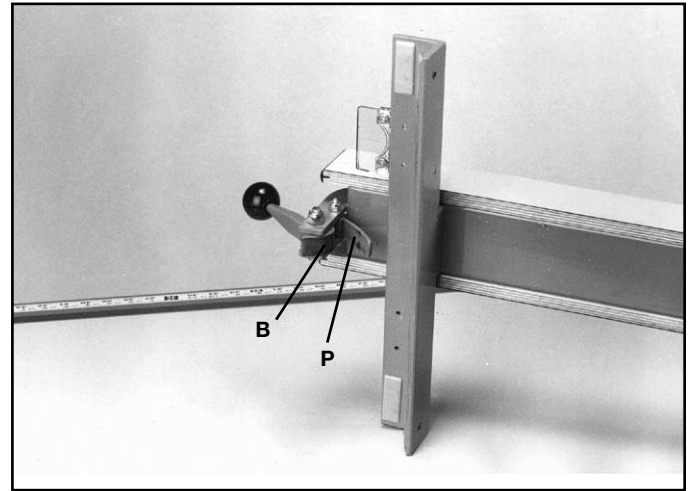

FIG. 32
10. Engrase el mango de bloqueo (B) y el pie de leva (P) Fig. 32 una vez al mes para prevenir el desgaste.